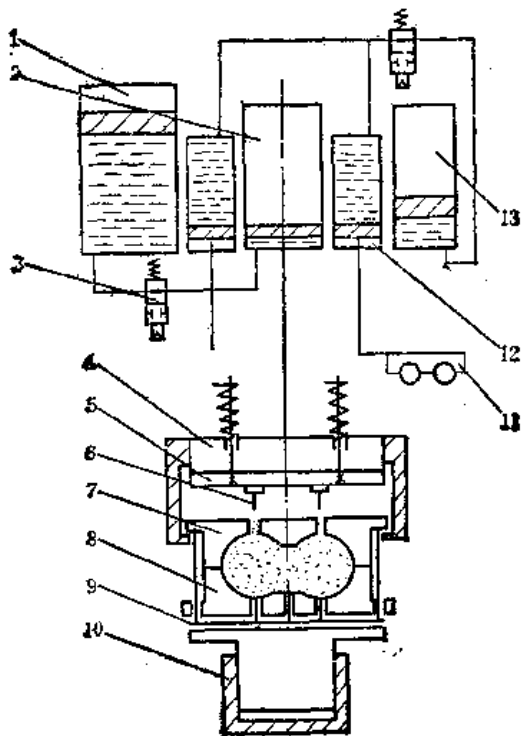
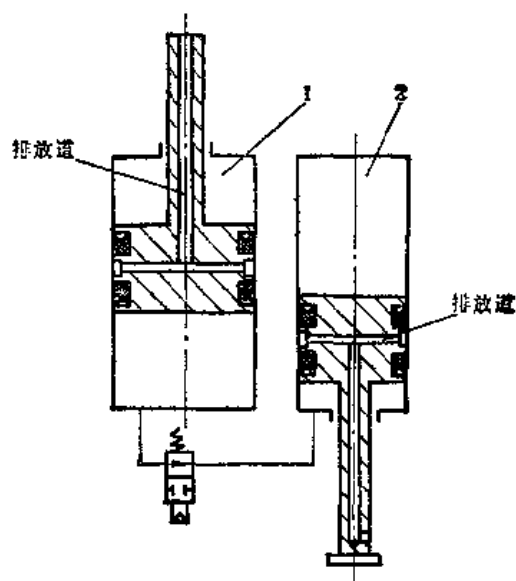

图3-1-5 起芯工位示意图
图3-1-9 有气液排放道升降装置示意图
单工位射芯机起芯机构和射砂机构在同一个工位, 机构简单, 故障少。而双工位射芯机有单独的起芯机构; 芯盒射完砂之后, 回到起芯工位固化和起芯。图3-1-5为40kg射芯机起芯工位示意图。
(2) 气压油机构串气串油 起芯机构的提升缸为了实现在行程中准确停止，采用了气压油机构。但该机构的最大问题是油气串通。当油里串入气体之后，缸在运动时会振动爬行，发出咯咯的响声。串气严重时，不能正常工作，必须停机放气。同样，油也会串到气体里，随着气体排出，污染环境，增加油耗。可采用以下措施解决。
① 增设串油气排放道。将图3-1-5中的提升缸储油罐增加一个活塞杆，并设泄漏油、气的排放道。同样，在提升缸的活塞及活塞杆上也加设泄漏油、气的排放道。图3-1-9为改进后的示意图。一旦气体透过密封，则通过排放道排入大气，防止了气体进入油中。当油透过密封后，也通过排放道而排放到设备外面，但必须在排放口处设置积油容器。防止串气串油较理想的办法是下面一种。